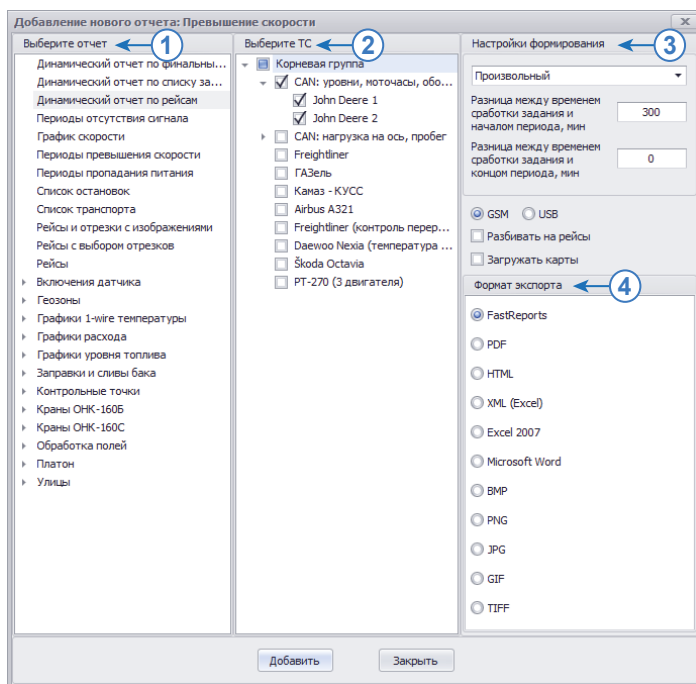

Рис.21. Добавление нового отчета в задание.
Для того чтобы добавить новый отчет в задание, необходимо нажать кнопку «Добавить отчет». Появится меню «Добавление нового отчета: ...» (в конце заголовка указывается название задания) (**Рис.21**).
- в списке «Выберите отчет» (**Рис.21, п.1**) выбрать отчет для формирования (необходимо выделить этот отчет);
- в списке «Выберите ТС» (**Рис.21, п.2**) необходимо установить галочки напротив транспортных средств, по которым необходимо сформировать отчеты. Допускается выбор групп ТС. Отчеты по всем выбранным ТС будут экспортированы в один общий файл;
- на панели «Настройки формирования» (**Рис.21, п.3**) настроить следующие параметры:
произвольный период. Произвольный период задается относительно времени сработки задания. Для настройки периода необходимо указать количество минут до времени сработки задания, данные за который будут включены в отчет. Для того чтобы включить в отчет все данные, начиная с некоторого момента времени, и до момента сработки задания, необходимо задать нулевую Разницу между временем сработки задания и концом периода. Например, настройка на **Рис.21** включает в отчет данные за 5 часов (300 минут) до времени сработки задания.
- в списке «Формат экспорта» (**Рис.21, п.4**) выбрать формат, в который будет экспортирован отчет;